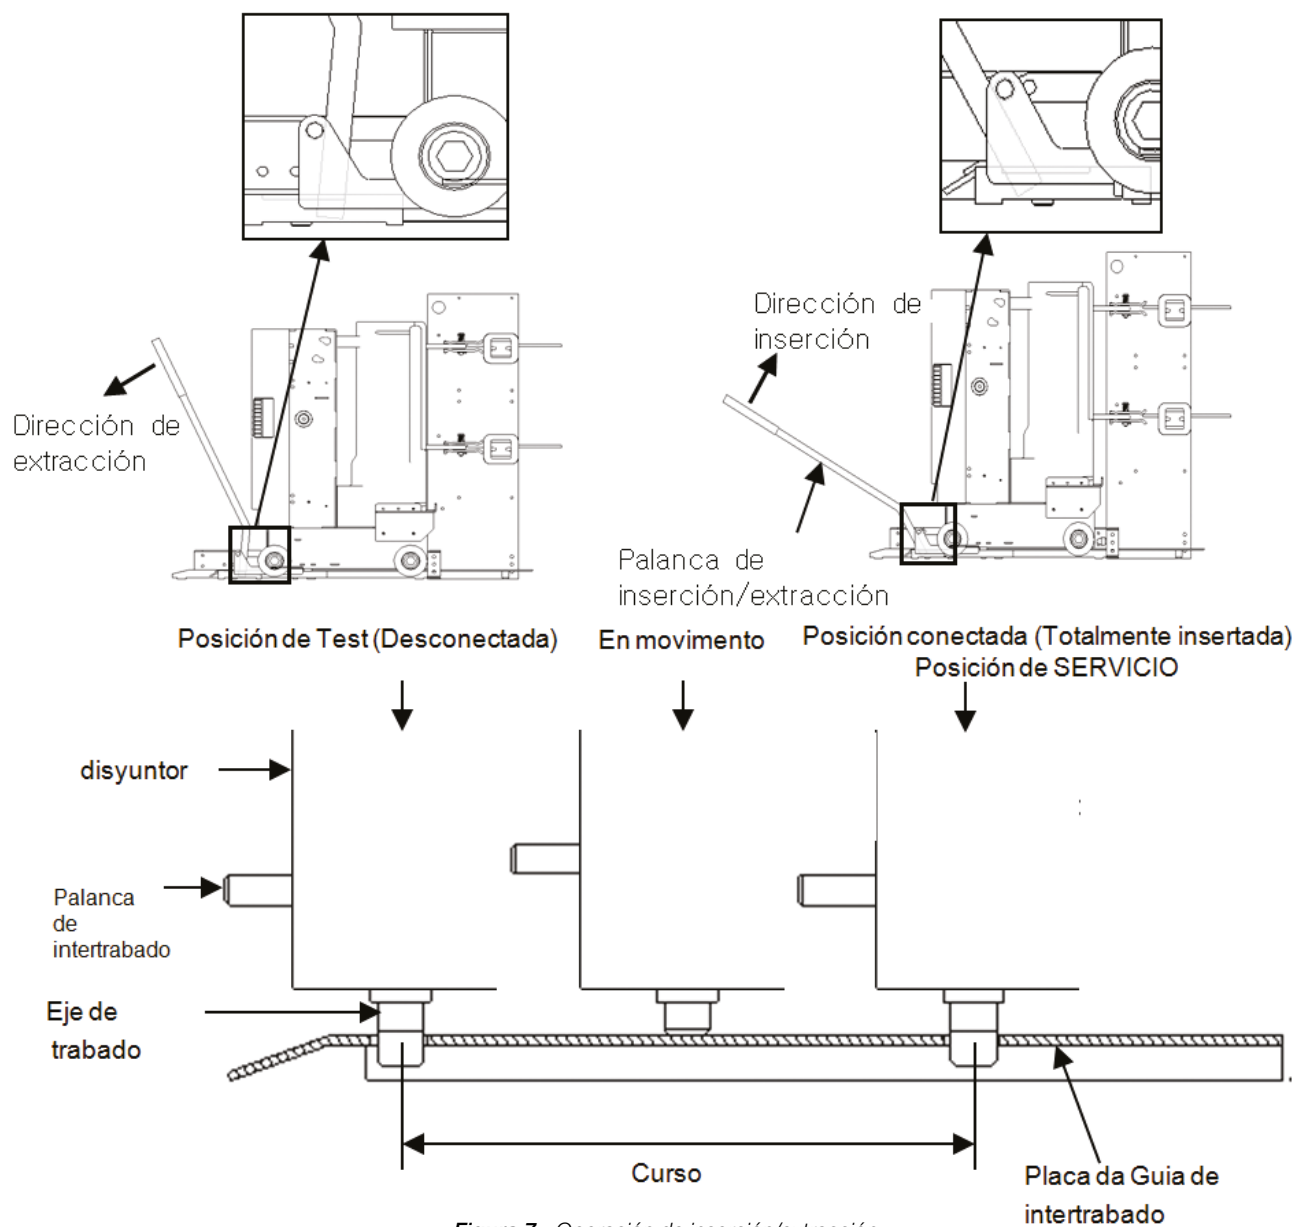

Figura 7 - Operación de inserción/extracción.
- ① Remueva el soporte para fijación del interruptor a vacío antes del movimiento.
- ② Apriete el botón "OFF" (rojo) delante del disyuntor y verifique si el indicador de contacto muestra "OFF".
- ③ Luego que sean posicionadas las dos ruedas laterales del disyuntor, en ambos rieles de la cuna, empuje el disyuntor, delicadamente, hasta la posición de test (Figura 7)
- ④ Levante la palanca de intertrabado localizada en la parte frontal del disyuntor, lo suficiente para remover el perno de intertrabado del orificio de la placa de intertrabado.
- ⑤ Cuando la palanca de intertrabado esté levantada, empuje el disyuntor delicadamente hasta que el disyuntor pare y pueda soltar la palanca de intertrabado durante el movimiento.
- ⑥ Inserte la palanca de inserción/extracción en la guía de inserción primero, entonces coloque la punta de la palanca de inserción/extracción dentro del orificio rectangular de la placa de intertrabado.
- ⑦ Empuje e inserte el disyuntor hacia la posición SERVICIO como muestra la figura 7.
- ⑧ En esta posición, empuje e inserte el disyuntor hasta que la palanca de intertrabado en la parte frontal del disyuntor caiga hacia el nivel más bajo y al mismo tiempo, el perno de intertrabado estará dentro del orificio de la placa de intertrabado. Ésta es la posición de servicio completo. (Figura 7)
- ① Presione el botón "OFF" del disyuntor, entonces verifique si el indicador de contacto muestra "OFF".
- ② Primero inserte la palanca de inserción/extracción en la guía de extracción, entonces coloque la punta de la palanca de inserción/extracción en el orificio rectangular de la placa de intertrabado.
- ③ Empuje esta palanca de intertrabado y desconecte el perno de intertrabado del orificio de la placa de intertrabado.
- ④ En este estado, tire de la palanca de inserción/extracción para la dirección descrita en la Figura 7 y podrá soltar la palanca de intertrabado durante el movimiento.
- ⑤ Tire del disyuntor hasta que salga de la cuna. Entonces, la palanca de intertrabado será movida hacia el orificio en la parte frontal de la placa de intertrabado y el perno de intertrabado será insertado en este orificio. Ésta la posición de Test. (Figura 7)